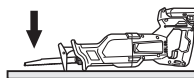

Fig. 22
Cet outil vous permet de procéder à un sciage en plongée sur des panneaux de contreplaqué et des panneaux de bois mince. Le sciage en plongée s'effectue en toute facilité avec la lame installée à l'envers, comme illustré aux Fig. 22, 23, 24.
- (1) Appuyez la partie inférieure du socle contre le matériau. Tirer sur la gâchette tout en maintenant l'extrémité de la lame éloignée du matériau. (Fig. 22)